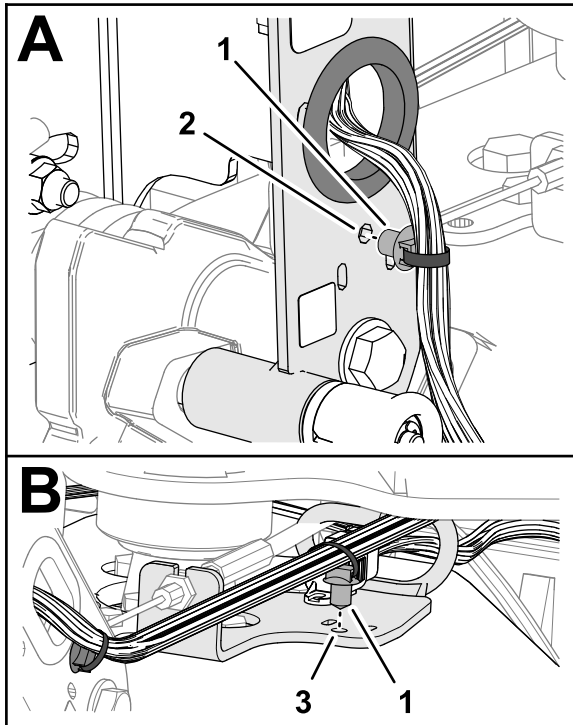

**Figura 9**
- Collegate il connettore a 12 pin del cablaggio preassemblato della macchina al connettore a 12 prese del cablaggio preassemblato della maniglia (Figura 9).